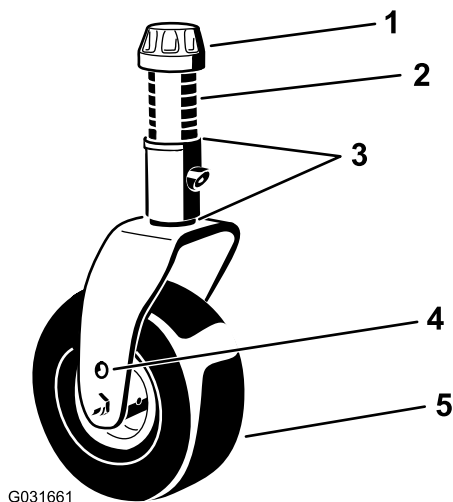

図 21
4. 付属のキャスタカップレンチを使用して、キャスタスピンドルシャフトからテンショニングキャップをゆるめて外し、キャスタアームからキャスタシャフトを抜き出す図 21。